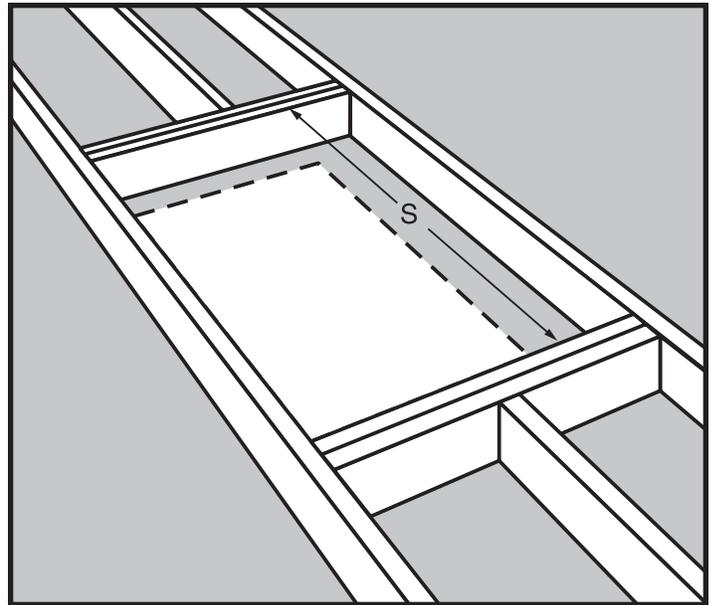

Figura 17
- PASO 1.** Mida la longitud “S” del larguero entre los cabeceros (vea la Figura 17).
- PASO 3.** Si no hay una viga del cielorraso que proporcione un lado del marco, corte un segundo larguero de la misma longitud del primero. Tenga en cuenta que en la Figura 17 se necesita un solo larguero, porque una viga del cielorraso proporciona un lado del marco.